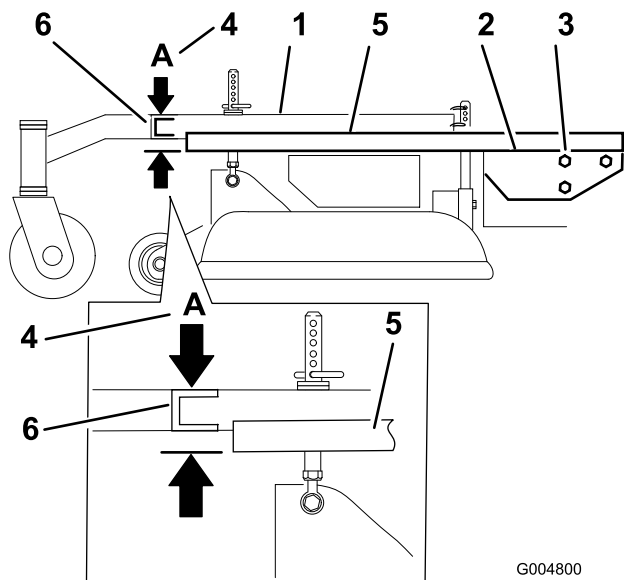

Figura 55
3. Coloque una regla larga en la parte superior de la plataforma del motor según se ilustra en la Figura 55.
4. En la ranura transversal del bastidor de tiro, mida la altura en la posición **A** (Figura 55). Debe ser de 33 mm, con una tolerancia de más o menos 6 mm.
6. Afloje los pernos de montaje del bastidor de tiro en los dos lados de la máquina (Figura 55).
7. Alinee el bastidor de tiro y la plataforma del motor para que tengan una altura de 33 mm, con una tolerancia de más o menos 6 mm, en la posición **A** (Figura 55).